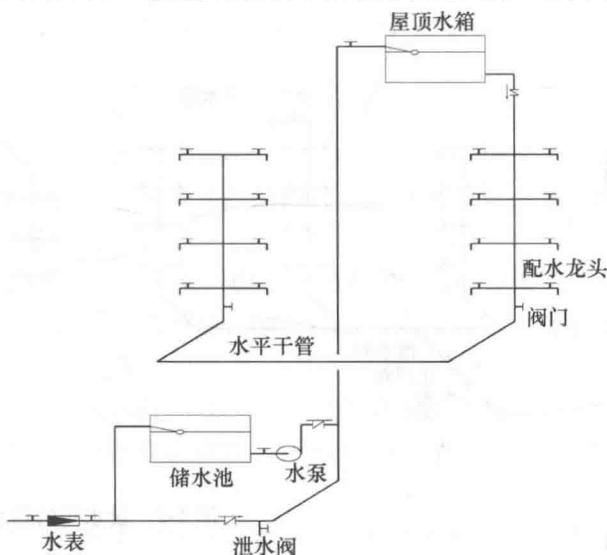

图 1-4 设水泵和水箱的给水方式
(4) 设水泵和水箱的给水方式 设水泵和水箱的给水方式宜在室外给水管网压力低于或经常不能满足建筑内给水管网所需的水压，且室内用水不均匀时采用。如图 1-4 所示，该给水方式的优点是水泵能及时向水箱供水，可缩小水箱的容积，又因有水箱的调节作用，水泵出水量稳定，能保持在高效区运行。